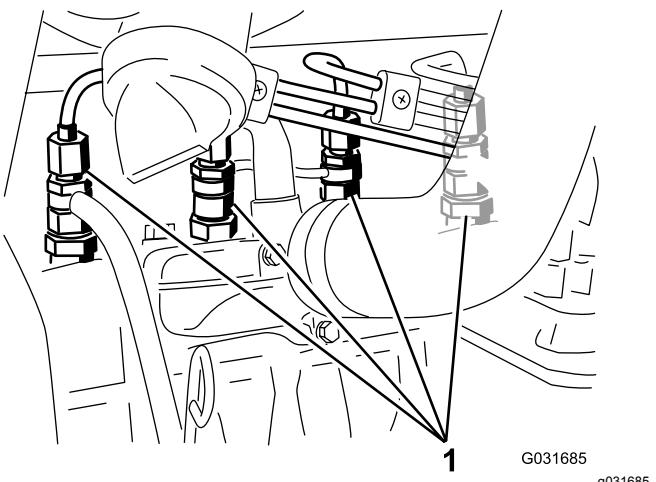

Figura 41
1. Afloje la conexión entre el tubo y el conjunto de boquilla y soporte Nº 1 (Figura 41).